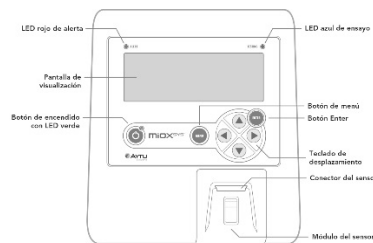

Figura 1. Analizador MIOXSYS
5. Cuando el Analizador MIOXSYS esté listo, aparecerá la leyenda "Insert sensor" (Insertar sensor) en la pantalla (Figura 1).